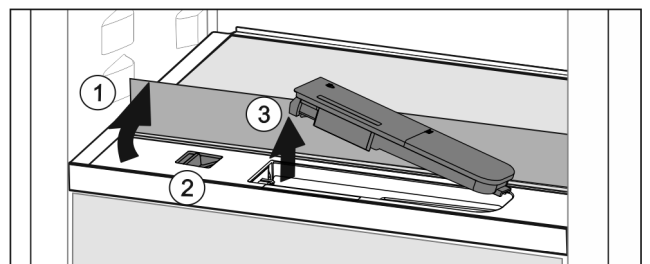

Fig. 46
- ▶ Sollevare il ripiano di vetro e ribaltarlo all'indietro fino all'arresto *Fig. 46 (1)*.
- ▶ Spostare il cursore *Fig. 46 (2)* a sinistra.
- ▶ Rimuovere il serbatoio dell'acqua *Fig. 46 (3)*.